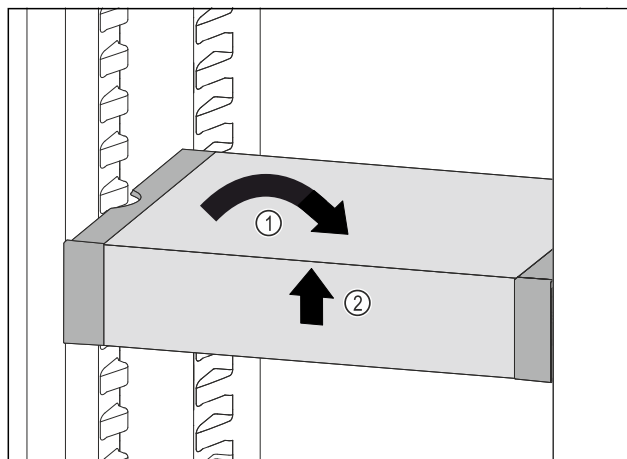

Fig. 96
- ▶ VarioSafe ustawić prosto. Fig. 96 (1)
- ▶ VarioSafe unieść z przodu. Fig. 96 (2)